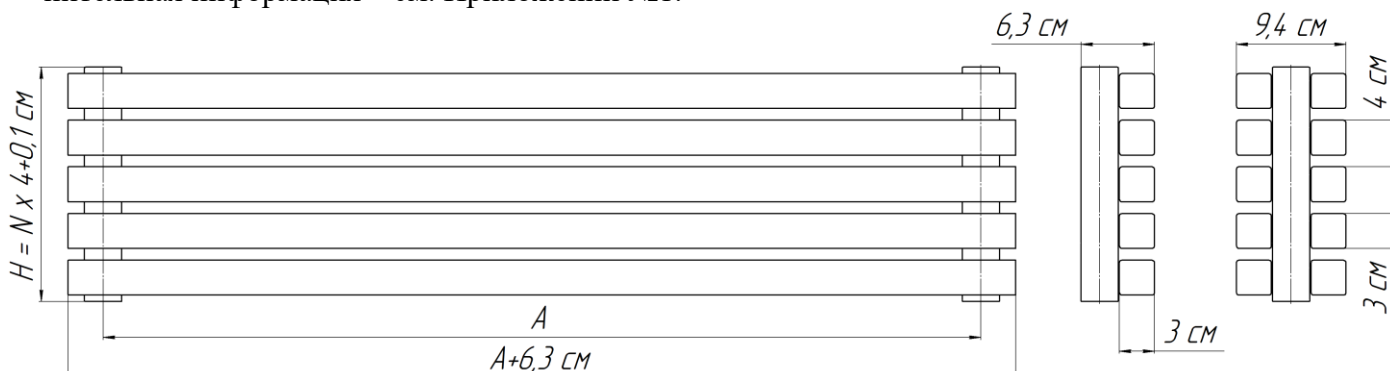

Рис. 1 Радиатор «QUADRUN 30 Н», где: А – межцентровый (монтажный) размер, см; N – количество секций; Н – габаритная высота, см.
2.1. Основные размеры и параметры радиаторов приведены на рис.1 и в Таблице №1.